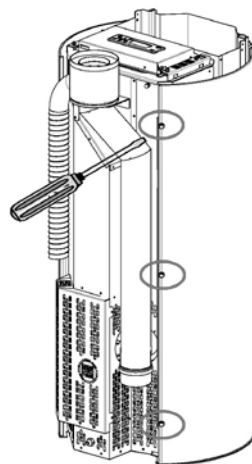

Fig. 37 - Enlever les vis
- Dévisser les vis postérieures des côtés (voir Fig. 37).